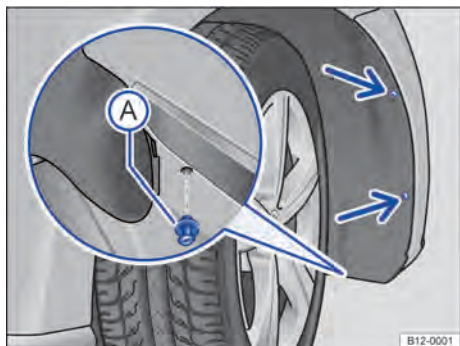

Fig. 107 Na caixa da roda dianteira direita: remover os parafusos de fixação (setas) e remover o rebite de expansão (A).
2. Remover os parafusos de fixação do revestimento da caixa de roda → Fig. 107 (setas) com o auxílio de uma chave de fenda.
3. Remover o rebite de expansão dianteiro inferior do revestimento da caixa de roda → Fig. 107 (A) e retirar completamente.
14. Recolocar o rebite de expansão no revestimento da caixa de roda e no para-lama e pressionar para dentro → Fig. 107 (A).
15. Recolocar os parafusos de fixação → Fig. 107 (setas) e apertá-los.